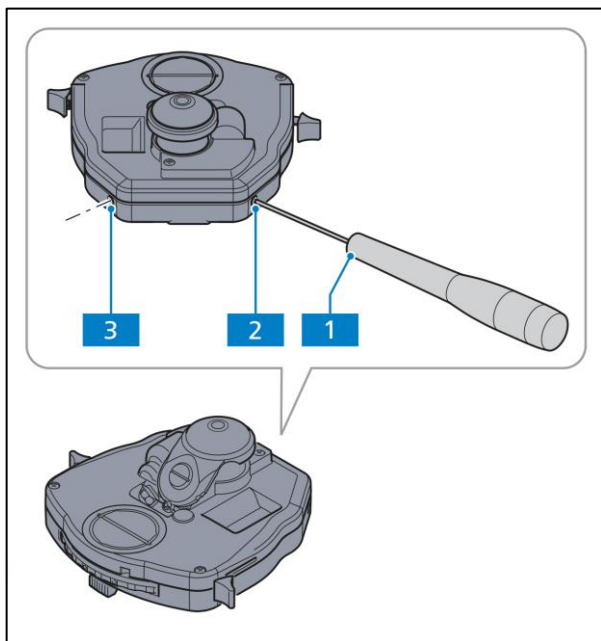
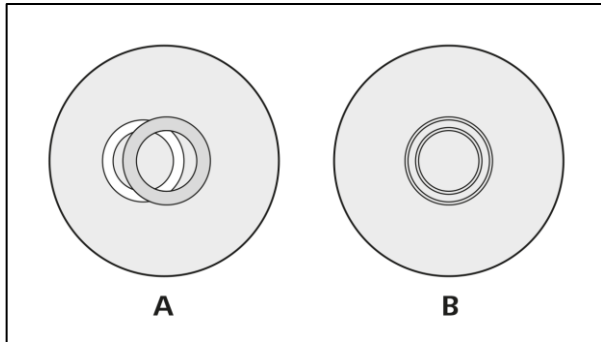

Abb. 4-5 Dunkelfeldblende am Kondensator, achromatisch-aplanatisch 0,9 H D Ph DIC zentrieren
Abb. 4-6 Phasenringblende (hell, im Kondensator) zum Phasenring (dunkel, im Objektiv) zentrieren
(3) Durchlicht-Dunkelfeld einstellen
- Zur Zentrierung der Dunkelfeldblende (nicht bei allen Kondensoren möglich) werden zwei Innensechskantschlüssel (SW 1,5) (Abb. 4-5/1) verwendet, mit denen die beiden Zentrierschrauben bei (Abb. 4-5/2 und 3) so verstellt werden können, dass die Objektivaustrittspupille gleichmäßig dunkel erscheint. Nach dem Zentriervorgang beide Innensechskantschlüssel (SW 1,5) vom Kondensator abnehmen.
- Falls die Überdeckung nicht perfekt ist (Abb. 4-6/A), muss die helle Ringblende mit zwei Innensechskantschlüsseln (SW 1,5) (Abb. 4-5/1 und 4) neu zentriert werden. Die beiden Zentrierschrauben (Abb. 4-5/2 und 3) so einstellen, dass eine vollständige Überdeckung mit dem dunklen Phasenring gegeben ist (Abb. 4-6/B).
Vollkommener Phasenkontrast entsteht nur dann, wenn sich die helle Ringblende (im Kondensator) und der dunkle Phasenring (im Objektiv) im Beleuchtungsstrahlengang genau überdecken (Abb. 4-6/B).